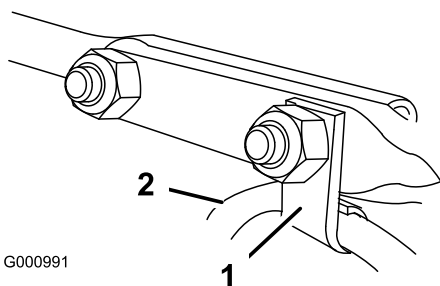

Figura11
- Introduceți clema de cablu care susține cablul deflector pe șurubul de fixare frontal și fixați șuruburile de fixare cu contrapiulițele aflate în pungă cu accesorii (Figura11).